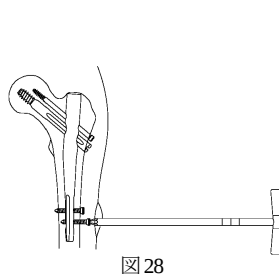

図28
- 1) ディスタルススクリュー用T レンチにて、ディスタルススクリューを抜去します。(図28)